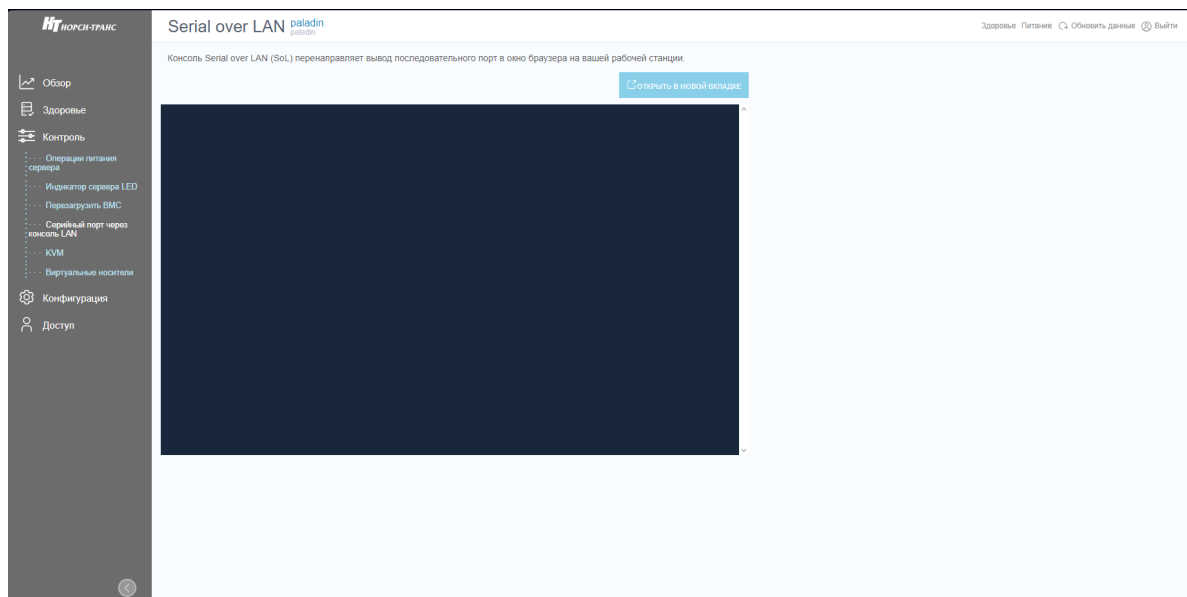

Рис. 92. Окно «Serial over LAN»
- 5) Пройдите во вкладку «Контроль» → «Serial over LAN» в данной вкладке осуществляется перенаправление вывода последовательного порта сервера в окно браузера вашей рабочей станции. Окно показано на рис. 92 Окно «Serial over LAN»